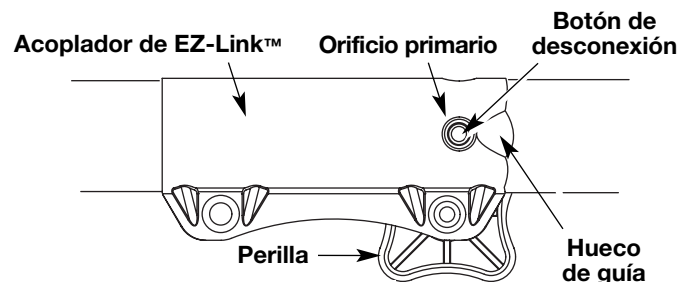
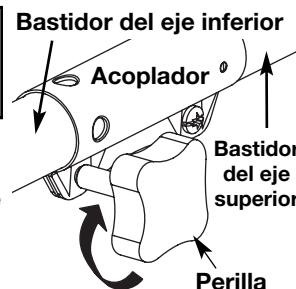

Fig. 9
Fig. 10
3. Mientras que firmemente sostiene el accesorio, empujelo derecho en el acoplador hasta el botón liberador (Fig. 9) se encaja a presión hacia el agujero primario (Fig. 9). El agujero primario está en el lado opuesto del acoplador de la perilla (Fig. 9). La alineación del botón de desconexión con el hueco de guía facilitará la instalación (Fig. 9).
4. Gire la perilla en sentido horario para ajustarla (Fig. 10).
PRECAUCION : Antes de operar esta unidad, cerciérese de que el botón de desenganche esté completamente trancado en el orificio primario (Fig. 9), y que la perilla (Fig. 10) esté suficientemente apretada.
3. Opima y sostenga el botón de desconexión (Fig. 9).
4. Mientras sostiene el bastidor del eje superior con firmeza, tire del accesorio de corte o accesorio en línea recta fuera del acoplador (Fig. 10).
PRECAUCION : Trabe el botón de desconexión en el orificio primario (Fig. 9) y ajuste bien la perilla (Fig.10) antes de operar esta unidad.